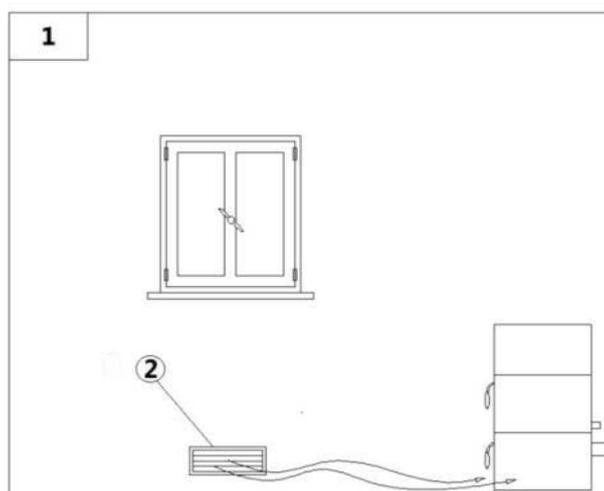

Fig. 10 - Afluencia del aire directa
LEYENDA	Fig. 10
- La afluencia del aire entre el ambiente externo y la sala puede suceder por vía directa por medio de una brecha en la pared externa del edificio (véase Fig. 10).